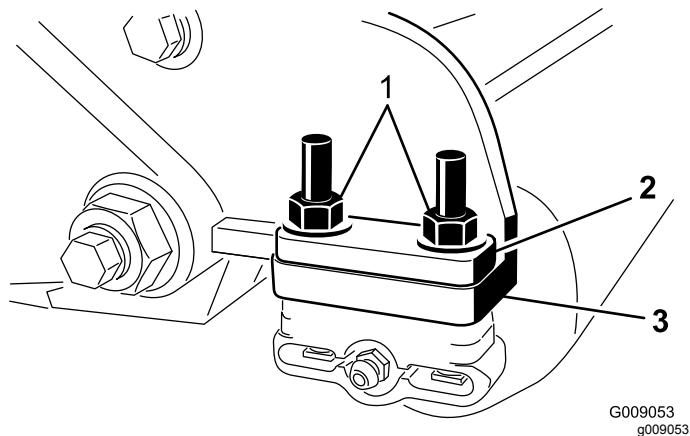

Рисунок 7
6. Выверните две фланцевые контргайки, соединяющие каждый кронштейн катка с боковыми пластинами (Рисунок 7). Не отворачивайте болты. Также снимите все проставки толщиной 6 мм, расположенные на верхней стороне монтажного фланца боковой пластины.